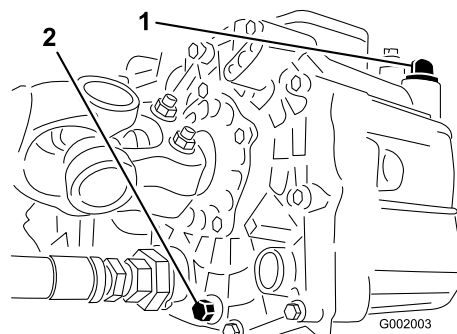

Figure 66
3. Retirez le bouchon de vidange sur le côté du réservoir et laissez l'huile s'écouler dans le bac de vidange (Figure 66).